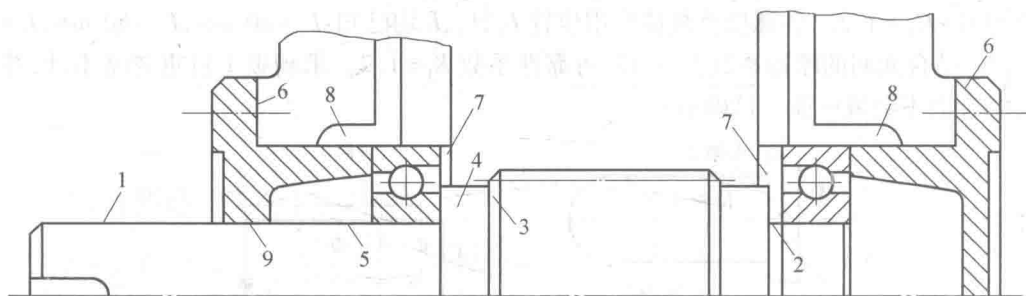

图 10
2. (14 分) 图 10 所示为 6 级精度齿轮轴轴系的结构, 轴承和齿轮均采用油润滑。分析说明图中标示处的结构错误, 并绘制出正确的结构图(在答题纸上重新绘制)。